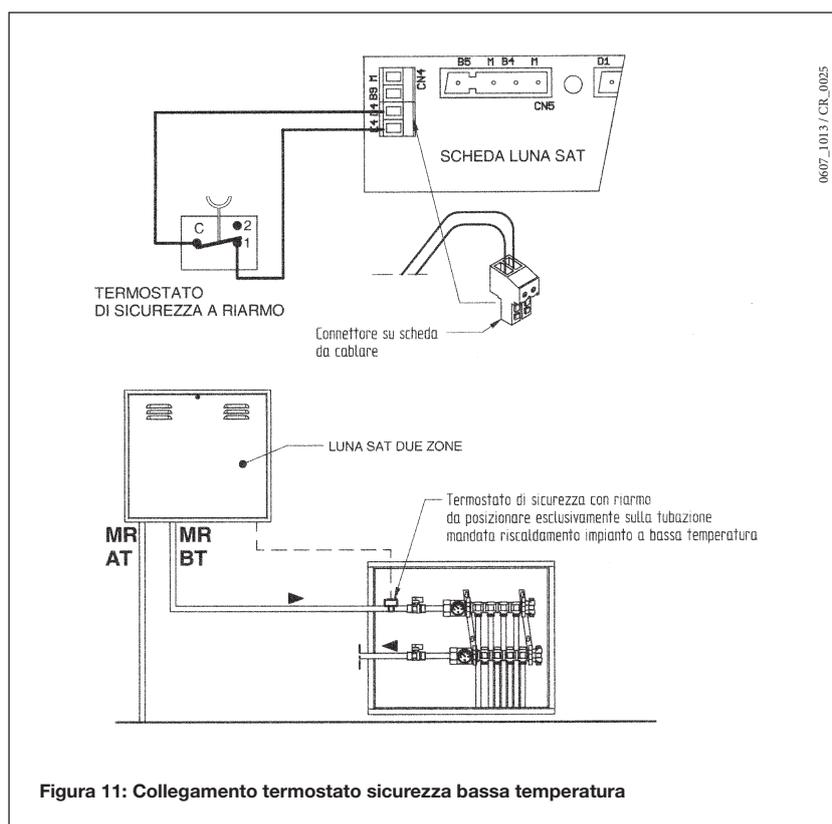

Figura 11: Collegamento termostato sicurezza bassa temperatura
- Togliere il ponticello presente sui morsetti (CN4: E4 - D4) della scheda elettronica (si veda schema elettrico del § 11 e Figura 11).